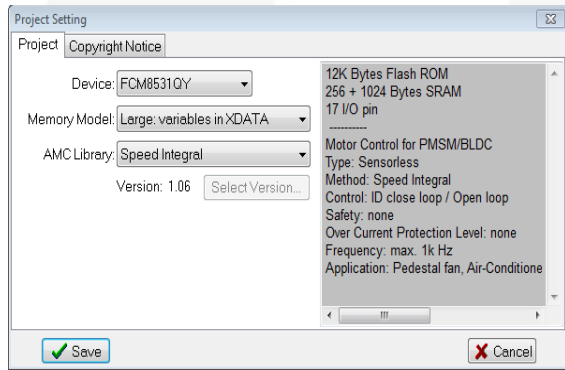

图 3. MCDS IDE - 项目设置
速度积分的原理如下：比例积分 (PI) 控制器利用电流矢量的相位误差产生速度命令，然后对速度命令进行积分运算，产生位置信号，从而实现电机的无传感器控制。速度积分库通过 MCDS IDE 接口的项目设置对话框选择，如图 3 所示。